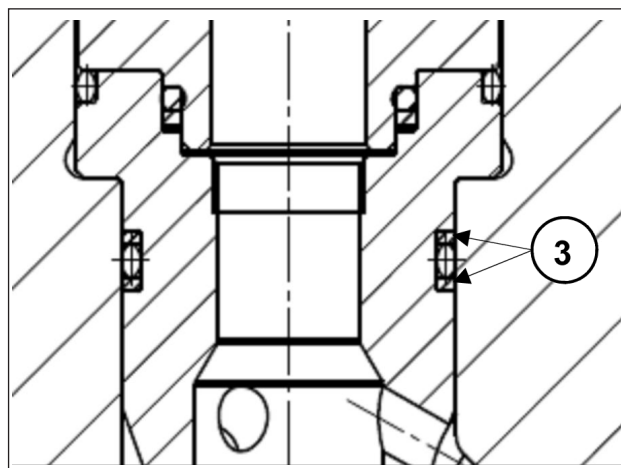

Fig. 28
2 Introducir los grupos válvula de aspiración y envío con sus casquillos, verificando que encajen en el fondo de la sede de la cabeza. No dañar las anillas anti extrusión de los casquillos (Fig. 28, pos. ③); para colocar y adaptar correctamente las anillas a los alojamientos, realizar las siguientes operaciones: